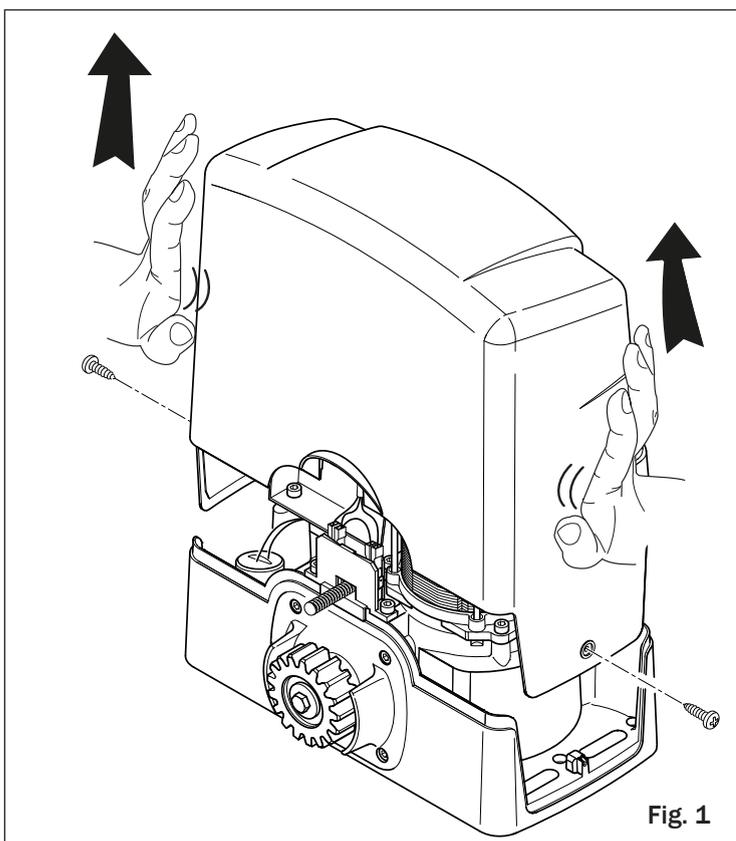

Fig. 1
- Desenrosque os parafusos da tampa e retire-a puxando para cima, conforme indicado na fig. 1. Controle que os seis pés de nivelamento não saiam da base do moto-reductor.